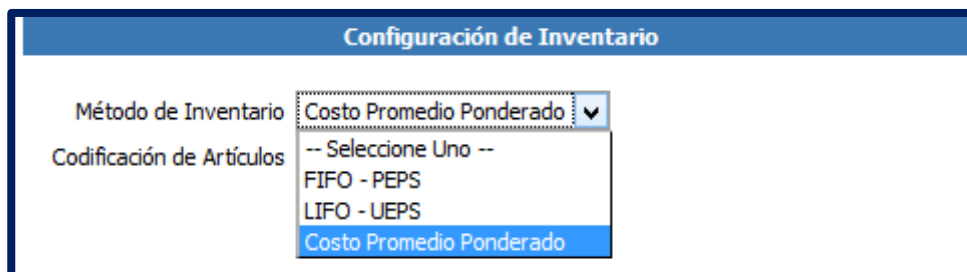

Imagen 15: Opciones de Método de Inventario.
4.- Hacer clic en “**Método de Inventario**” (imagen 15) para desplegar las opciones del método y así escoger la que se ajuste a nuestro caso, como se podrá observar en la imagen 15 las diferentes opciones son: FIFO- PEPS, LIFO-UEPS y Costo Promedio Ponderado. Para nuestro caso ya que no somos empresa que compre y venda, se debe escoger la **Opción “Costo**